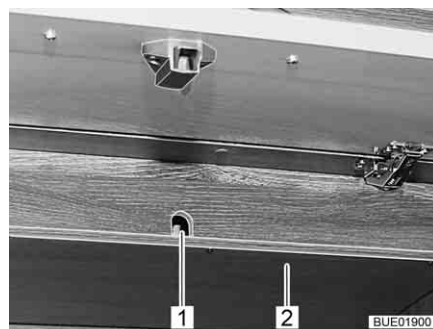

Bild 152 Klappe am Hängeschrank
- Brett (Bild 152,2) unter der Zugangsöffnung (Bild 152,1) der Kurbel entfernen.